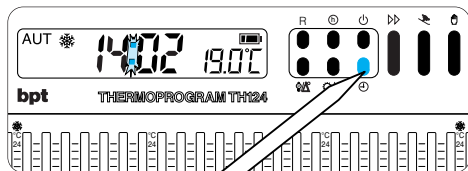

Fig. 19
**5.5** - Premere il pulsante ⊕ per terminare la procedura dell'impostazione (fig. 19).